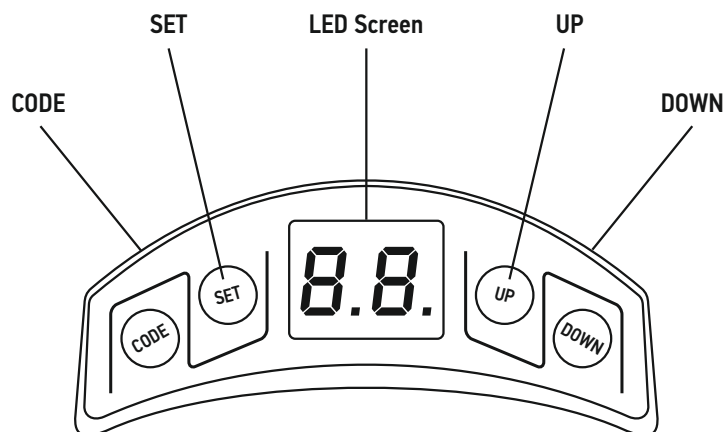

Рис. 5. Панель управления
- Сразу после включения вилки в розетку кратковременно загорится лампа освещения (подсветка), а индикатор на панели управления приводом (Рис. 5) отобразит цифры от «99» до «11», после чего привод перейдет в режим ожидания (на индикаторе высветятся символы «--»). Если вышеописанной индикации нет, отключите привод из розетки и внимательно проверьте все подключения (сверьтесь с разделом «Неисправности и рекомендации по их устранению»).
- Если к приводу подключены фотоэлементы, необходимо проверить приемник (RX). Если индикатор приемника не светится или моргает, это означает, что сигнала нет или сигнал прерывается из-за неточной регулировки фотоэлементов. Функция использования фотоэлементов должна быть предварительно активирована (см. раздел «Настройки»).
Настройка привода осуществляется при помощи панели управления (Рис. 5), на которой расположены четыре кнопки и индикатор (сдвоенный 7-сегментный индикатор).